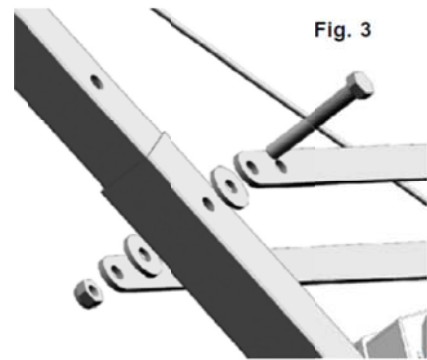

Fig.4
4). Așezați structura-suport și verificați aliniamentul vertical al știfturilor (ref. 12), apoi ridicați dispozitivul de blocare (ref. 11), introduceți bușele cadrului de sprijin (ref. 7) pe bolțuri și montați pana de siguranță (ref. 13).
5). Ajustați lungimea brațului telescopic (ref. 16) prin intermediul orificiilor de ajustare și fixând șurubul cu piulița. Brațul telescopic permite o cursă de ridicare de la axa bolțurilor având între 85 și 110cm.
6). Asigurați-vă că toate piulițele sunt strânse și verificați aliniamentul vertical al știfturilor (ref. 12) cu ajutorul unei nivele cu bulă de aer pentru a vă asigura că elevatorul este poziționat corect.
7). Elevatorul este echipat cu un dispozitiv atașat cu trei butoane de comandă (fig. 4): negru= jos, alb= sus, roșu= întrerupere în caz de pericol.